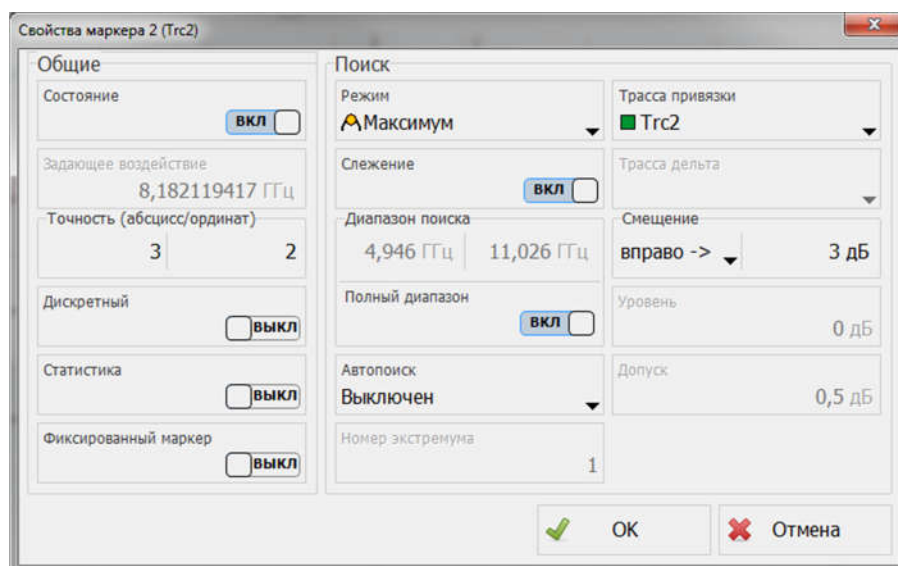

Рисунок 2.112 – Окно свойств маркера
2.3.2.11.7 На рисунке 2.111 показано контекстное меню маркера, появляющееся после клика правой клавишей мыши по номеру маркера или по окну индикации маркера; на рисунке 2.67 – соответствующая панель управления, содержащая наиболее часто используемые функции и настройки маркеров. Пункт контекстного меню «Свойства...» и кнопка панели управления «Все свойства...» вызывают окно, содержащее полный набор параметров маркера (рисунок 2.112).